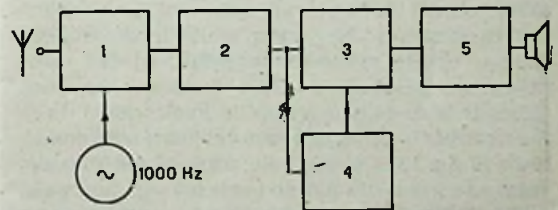

Fig. 12. Synchrodyne als telegrafie-ontvanger.
3.2.1. Als men de Synchrodyne ontvanger uitrust met een modulator in de weg, die het ontvangen signaal aflegt, dan kan men de te ontvangen draaggolf moduleren met een toon van bijv. 1000 Hz. Gedurende de tijd dat er een seinteken binnenkomt (draaggolf), wordt dit teken amplitude gemoduleerd met deze toon; de hulposcillator in de ontvanger wordt gesynchroniseerd met deze draaggolf en er weerklinkt een 1000 Hz toon uit de telefoon of luidspreker. Gedurende de tijd, dat er geen draaggolf is, loopt de hulposcillator uit de pas, maar dat geeft niet, want er wordt niets ontvangen en dus ook niets hoorbaar gemaakt. De tijd, die nodig is voor het wedersynchroniseren als er een volgend seinteken komt, is zeer klein en beïnvloedt de ontvangst niet. (Zie fig. 12).